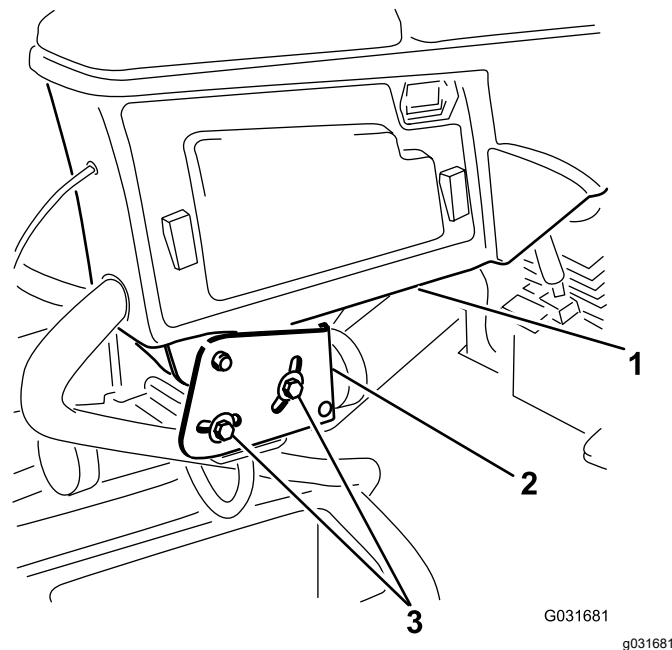

Figura 4
1. Afloje los 2 pernos que fijan el brazo de control al soporte de retención (**Figura 4**).